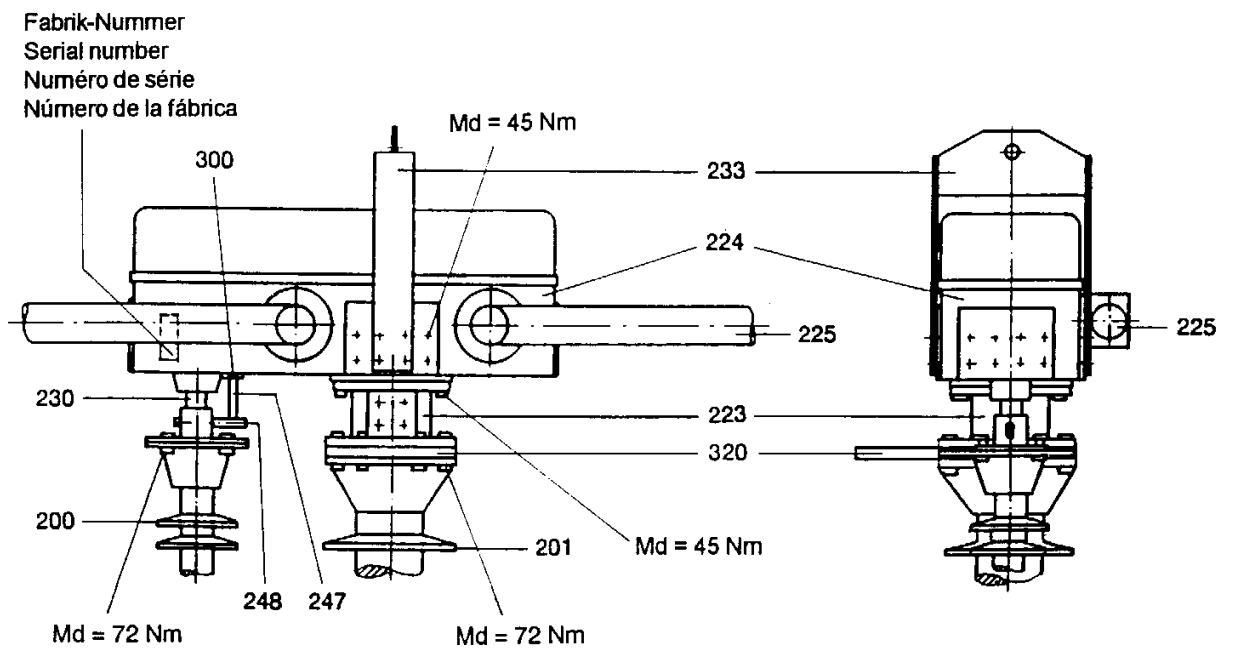

Bild 7
Die Getriebekästen sind auf der Scherenseite (bearbeitete Fläche, links, siehe Bild 7) mit der Fabrik-Nummer gekennzeichnet. Bei der Montage ist darauf zu achten, daß die Getriebekästen den Rahmen mit gleicher Fabrik-Nummer (siehe Leistungsschild) zugeordnet werden.
- 7.4.4 Montagebügel 233 mit acht Schrauben M 12 x 25 am Getriebekasten befestigen (Bild 7). Die Schere muß in Stellung "AUS" durch die Feststellschraube 247 (Bilder 8, 9) gegen Einschalten gesichert sein. Die lose mitgelieferten Glimmschutzarmaturen 270 mit den in den Wellen der Scherengelenke vorhandenen Schrauben befestigen. Danach wird am Montagebügel 233 der Getriebekasten 224 mit der Schere 225 an den Kran gehängt. Transport-Befestigungswinkel 326 am Getriebekasten und der Transportpalette demontieren.